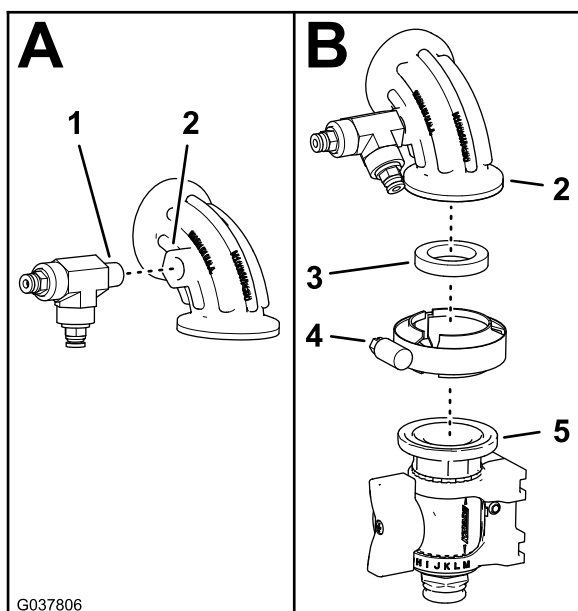

Figura 88
5. Monte a união em T que removeu no passo 4 de [Desligar o tubo sensor de pressão e o tubo de alimentação — kit de pistola de pulverização opcional ou kit de cilindro de tubagem elétrico opcional \(página 9\)](#) no cotovelo de 90° com uma porta de pressão Figura 88.
6. Monte o cotovelo de 90° na válvula de corte da flange (Figura 88) com uma junta de 25 x 35 mm e com uma braçadeira flangeada de 40 a 64 mm.